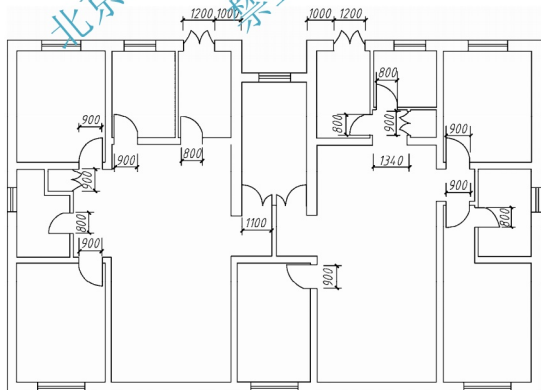

图 9-39 墙体开门
③ 在墙体上开门：按照图示位置，分别插入门图块，并进行适当整理，结果如图 9-39 所示。